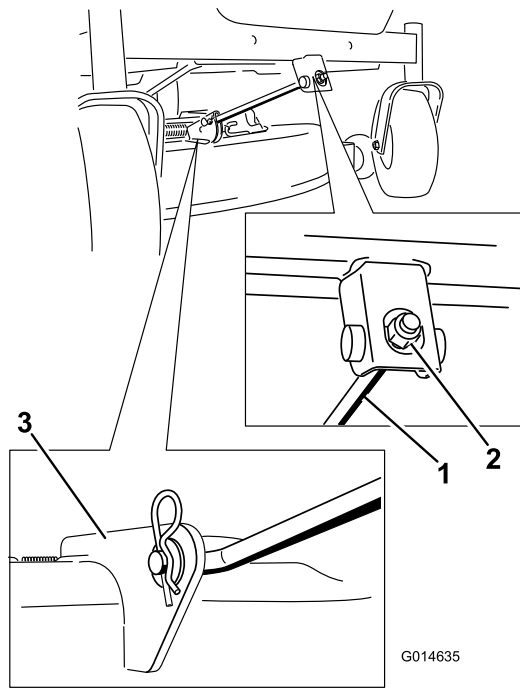

Figura 55
4. Retire el pasador de horquilla de la varilla de soporte delantera y retire la varilla del soporte de la carcasa (Figura 55). Baje cuidadosamente la parte delantera de la carcasa del cortacésped al suelo.
- Conecte la varilla de soporte delantera a la carcasa del cortacésped con el pasador y la chaveta (Figura 55).